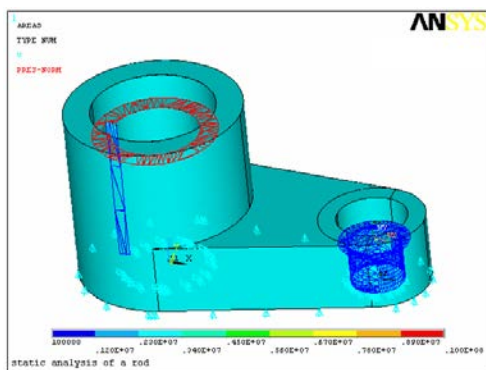

图 8-57 显示载荷
- ⑥从应用菜单中选择 Utility Menu: Plot > Areas 结果如图 8-57 所示。
- ⑦单击“SAVE-DB”按钮，保存数据库。